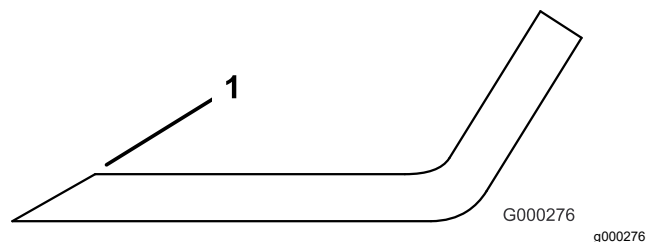

Figure 26
1. Aiguisez le tranchant à chaque extrémité de la lame (Figure 26).